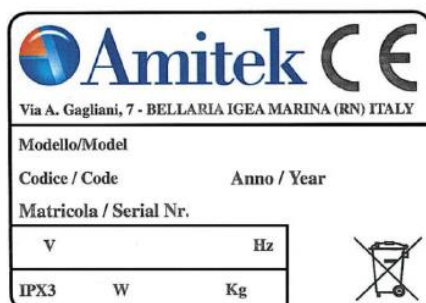

Рис.1
Внимательно прочитайте рекомендации, содержащиеся в данном буклете. Перед подключением оборудования убедитесь в том, что данные технической таблички (Рис. 1) соответствуют сети электроснабжения. Перед использованием оборудования изолируйте его от сети электроснабжения. Установка должна производиться только профессионально обученным персоналом в соответствии с инструкцией производителя и действующими правилами техники безопасности.
1. Идентификационная табличка с техническими данными прикреплена к задней части оборудования (Рис. 1).